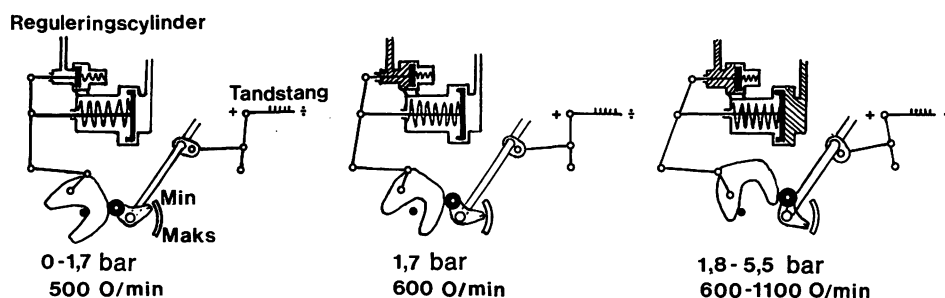

Fig 4.8 Reguleringscylinderens virkemåde
I overensstemmelse med lokomotivførers betjening af kørehåndhjulet sendes styreluft med varierende tryk 0 – 5,5 bar fra køreventilens åbning 2 til reguleringscylinderen (3) – se fig 4.8.